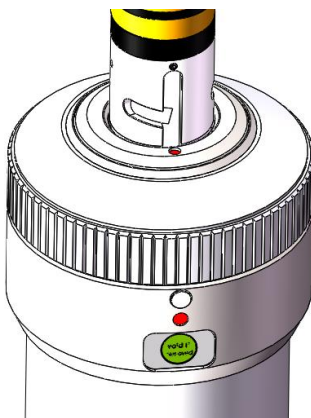

图 5.8 光纤接口与光纤头
c) 如图 5.8 所示拿起光纤接口时, 请先检查光纤接口上方唇缘的红点轴向对准其正面标识的红点, 再将已经套好保护帽的光纤上的 T 型销槽轴向长槽与两红点成一线插入光纤接口中。